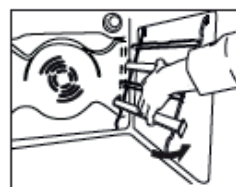

Fig. 4
4. Riapplicare le griglie portaccessori laterali all'interno del forno (Fig. 4).